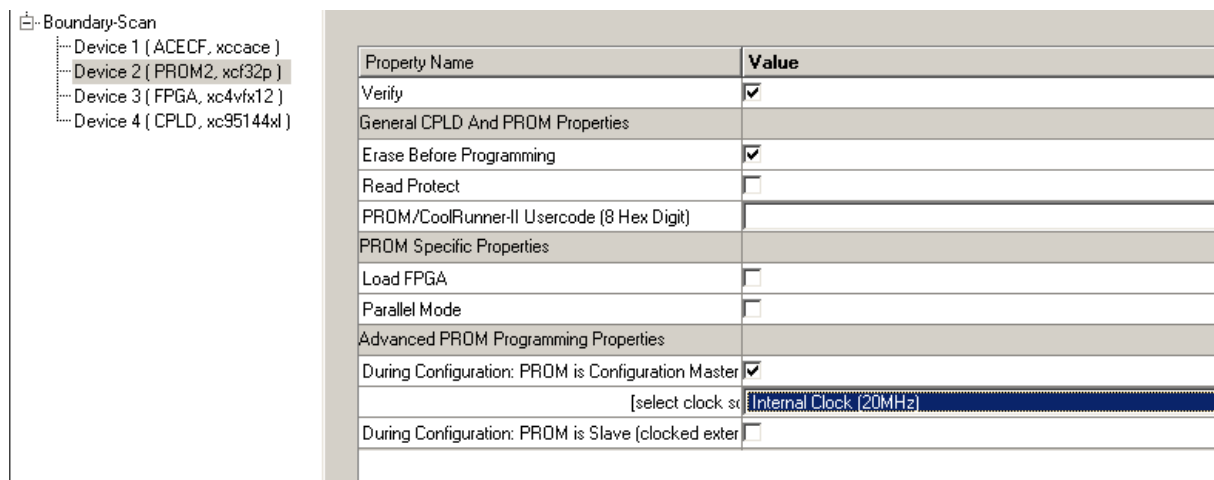

Abb. C.1: Impact Programming Properties
- j) Bei „Programming Properties“ müssen „Verify“, „Erase Before Programming“ und PROM als „Configuration Master“ mit einer internen Clock von 20MHz gesetzt werden (vgl. Abb. C.1).